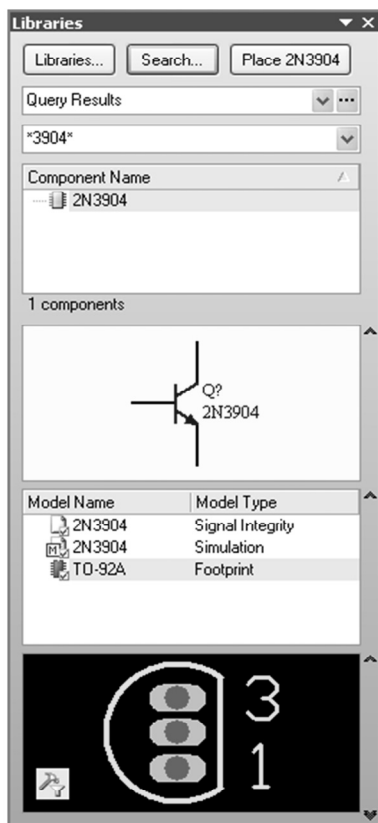

Рис. 3.4. Отображение результата поиска в панели **Libraries**
2. Откройте панель **Libraries** (Библиотеки), рис. 3.4, щелкнув на ее вкладке в правой части рабочего пространства.